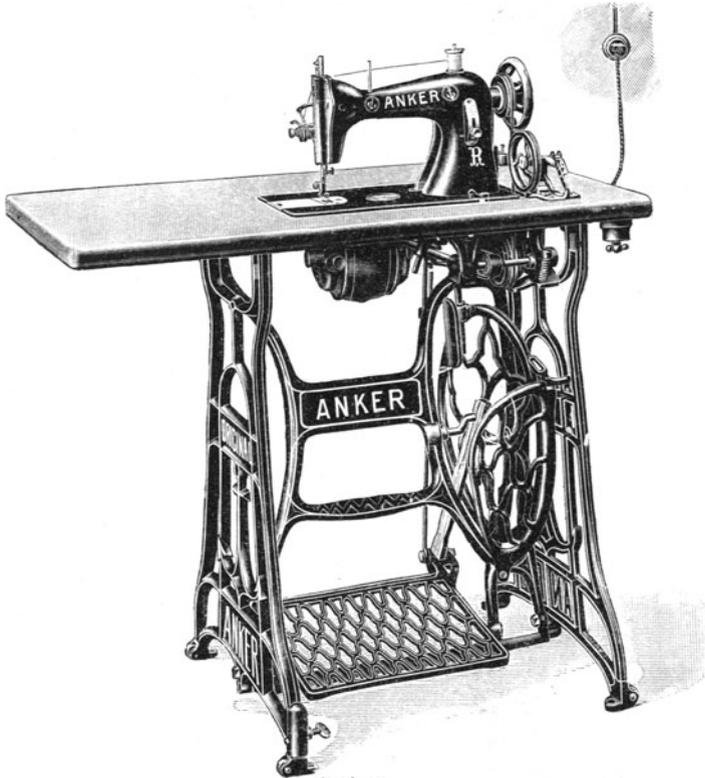

Abb. 7.
**Einzelantrieb durch Motor (Abb. 7).** Der Elektromotor wird mittels einer Stell- schraube auf der hin- teren Seite der Tisch- platte oder unter der- selben befestigt. Zum Anschluß an die elek- trische Leitung dient ein Kabel mit Stech- kontakt.